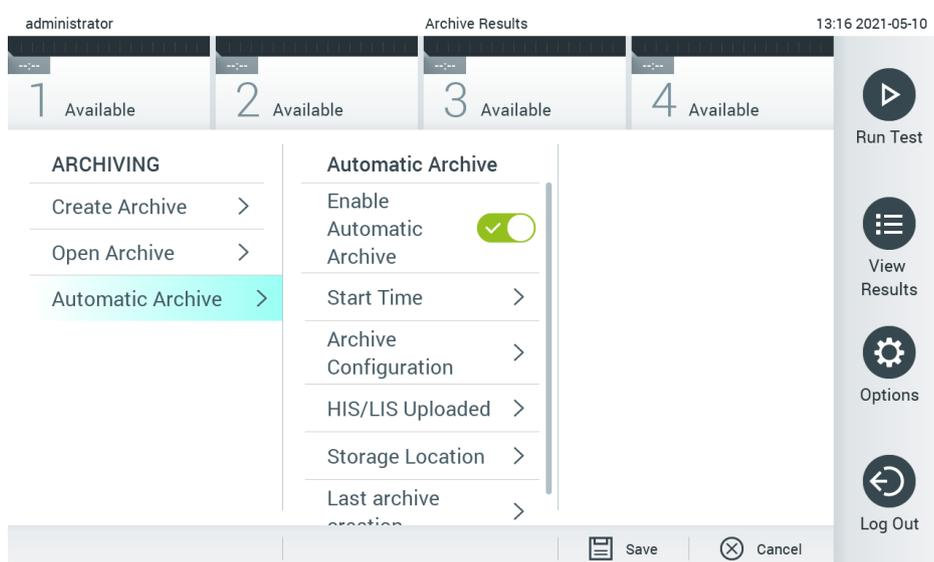

Figura 58. Opciones de archivo automático.
2. Pulse **Automatic Archive** (Archivo automático) y active la función (figura 58).